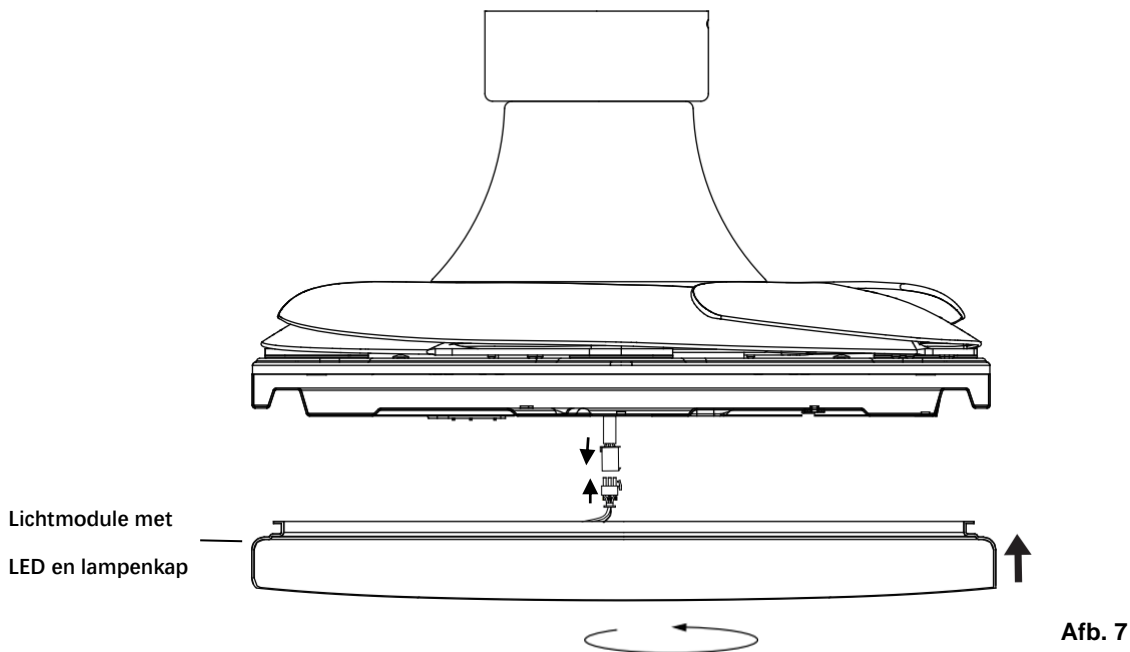

Afb. 6
DE LICHTMODULE INSTALLEREN (Afb. 6 & 7)
1. Draai de schroef (2) uit de ventilatorbeugel los. Breng de twee schroeven (1 en 3) op één lijn met de sleutelgaten (1 en 3) van de lichtmoduleplaat. (Afb. 6)
3. Maak de schroef (2) vast aan de lichtmoduleplaat. Draai de drie schroeven vast. Draai ze niet te vast aan.